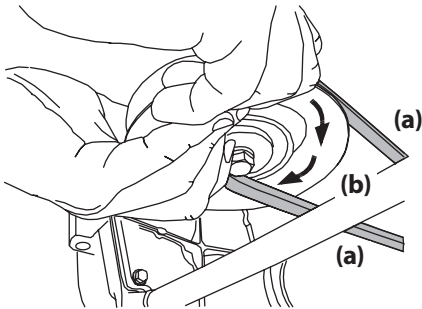

Figure 4-14
- d. Tenez la courroie de la prise de force (a) vers le bas et continuez de tourner la poulie de la prise de force (b) jusqu'à ce que la courroie de la prise de force (a) soit complètement dégagée de la poulie de la prise de force (b). Voir Figure 4-14.
11. Tirez sur le côté droit de la courroie et placez le côté plus étroit en forme de « V » de la courroie dans la poulie de la prise de force. Voir Figure 4-14.
12. Tenez la courroie de la prise de force et la poulie de la prise de force, puis faites pivoter la poulie de la prise de force vers la gauche. Voir Figure 4-14. Continuez à tenir et à faire pivoter la poulie et la courroie jusqu'à ce que la courroie soit complètement enroulée autour de la poulie de la prise de force.